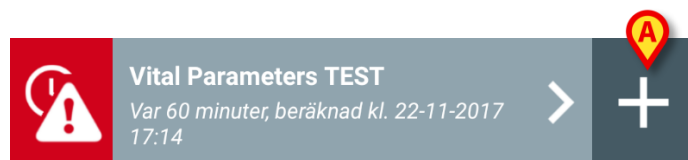

Fig. 61
- Tryck på knappen "+" som är placerad till höger om aktuell datauppsättning (Fig. 61 **A**).